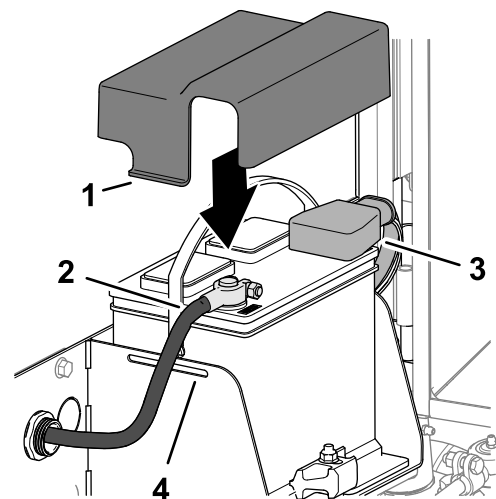

Figura 133
1. Conecte el cable positivo (rojo) al borne positivo (+) de la batería (Figura 133).